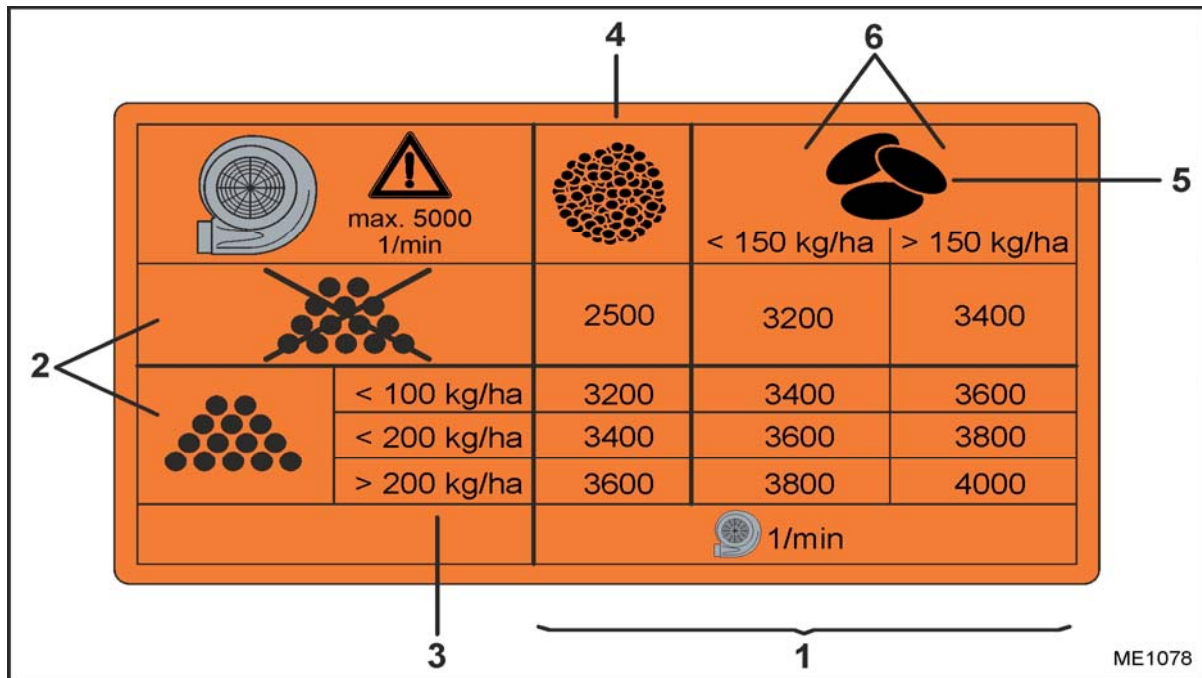

Fig. 167
Die erforderliche Gebläse-Drehzahl (Fig. 167/1) ist abhängig
- mit oder ohne Dünger (Fig. 167/2)
- von der Dünger-Ausbringmenge (Fig. 167/3)
- Feinsämereien (Fig. 167/4), z.B. Raps oder Grassamen
- Getreide oder Leguminosen (Fig. 167/5) und der Ausbringmenge (Fig. 167/6).
- Dünger-Ausbringmenge: 150 kg/ha (Fig. 167/3)
- Getreide-Ausbringmenge: 130 kg/ha (Fig. 167/6)